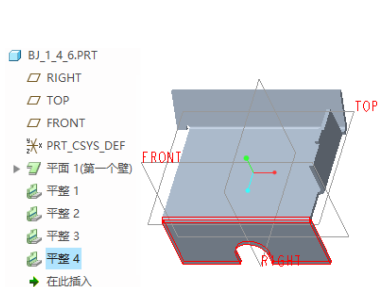

图 1-121 完成连接平整壁的效果
(6) 在“平整”选项卡中单击  (完成) 按钮，得到的钣金件效果如图 1-121 所示。